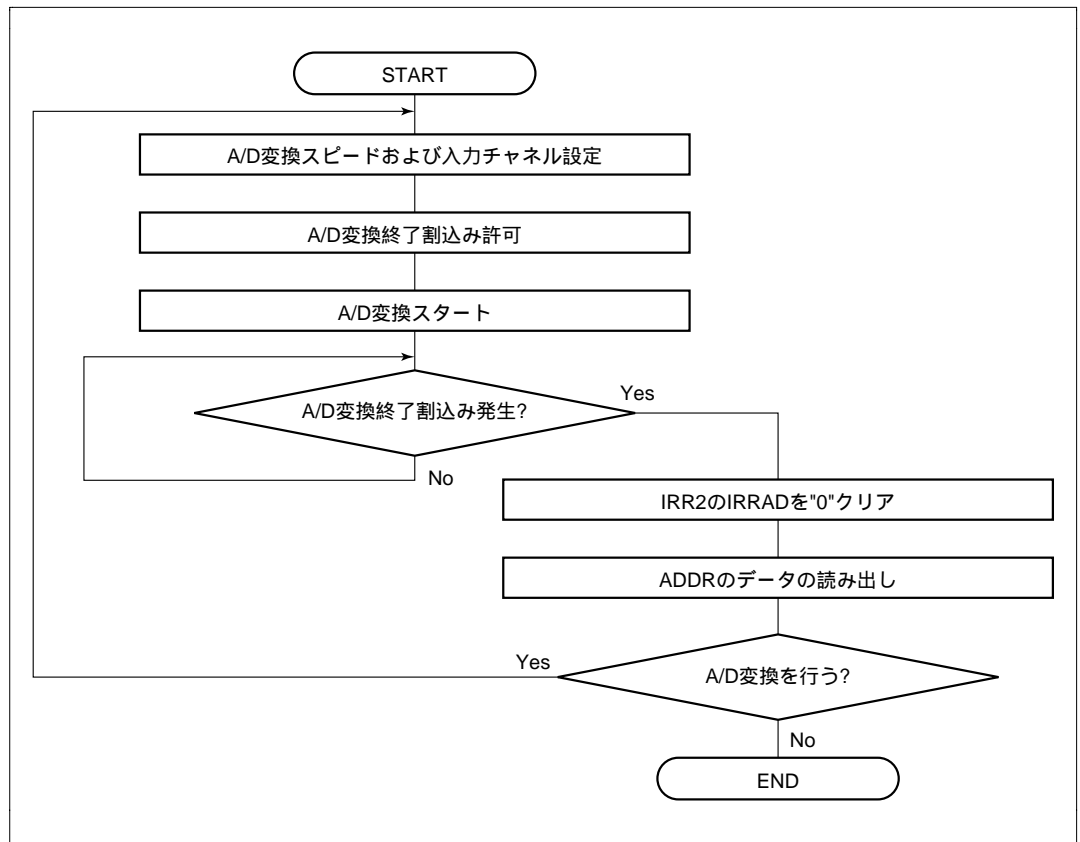

図 12.5 A/D 変換器の使用手順の概念フロー（2）
- (1) 入力チャンネルを AN₁ (AMR の CH3 ~ CH0 を "0101")、IENAD = "1" に設定して、A/D 変換を開始 (ADSF = "1") します。
- (2) A/D 変換が終了すると、IRRAD が "1" にセットされ、A/D 変換結果が ADDR に格納されます。同時に ADSF = "0" となり、A/D 変換器は変換待機となります。
- (3) IENAD = "1" となっているため A/D 変換終了割り込み要求が発生します。
- (4) A/D 割り込み処理ルーチンが開始されます。
- (5) A/D 変換結果を読み出して、処理します。
- (6) A/D 変換処理ルーチンの実行が終了します。
この後、ADSF = "1" にセットすると A/D 変換が開始され (2) ~ (6) を行います。A/D 変換器の使用手順の概念フローを図 12.4、図 12.5 に示します。